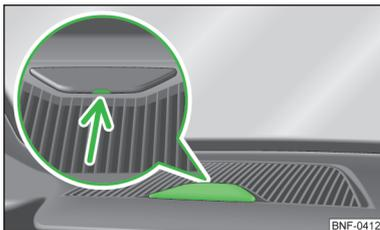

Fig. 77
- Insérez un tournevis plat dans la fente désignée par la flèche » fig. 77 et rabattez le cache avec précaution vers le haut.
- Refermez le logement du support dans le tableau de bord avec le cache » fig. 77.